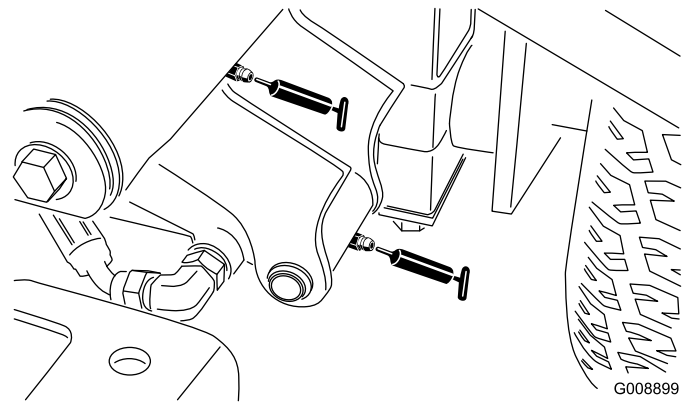

Figure 33
- Pivot de bras de relevage avant gauche et vérin de relevage (2) (Figure 33)